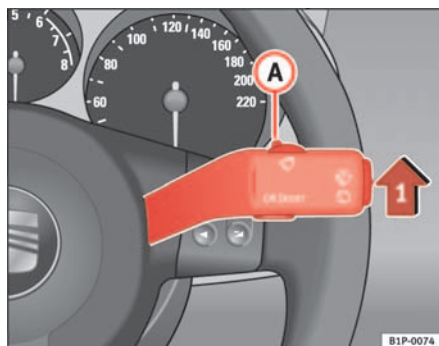

Fig. 64 Palanca del limpiaparabrisas
- Mueva la palanca del limpiaparabrisas hasta la posición ① ⇒ fig. 64